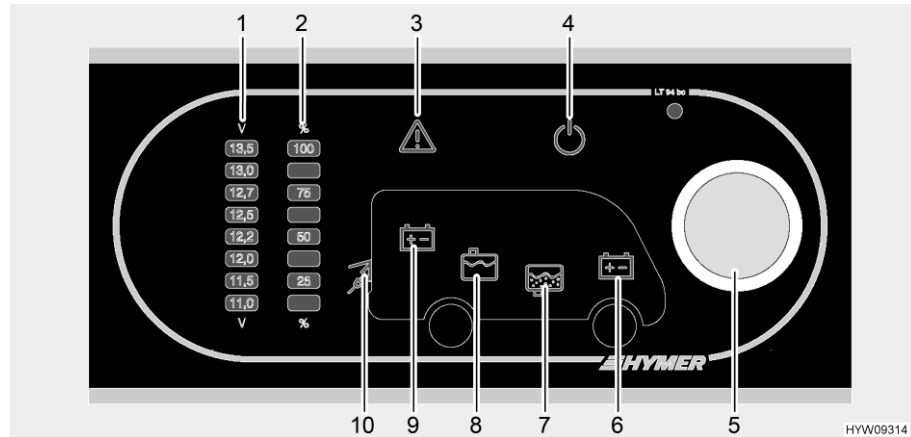

Fig. 105 Panel (LT 94)
El pulsador giratorio (Fig. 105,5) conecta y desconecta el panel y la alimentación de 12 V del habitáculo.
- Presionar el pulsador giratorio (Fig. 105,5): La alimentación de 12 V del habitáculo está conectada. La luz de control de 12 V (Fig. 105,4) se enciende.
- Presionar el pulsador giratorio (Fig. 105,5): La alimentación de 12 V del habitáculo está desconectada. Se apaga la luz de control de 12 V (Fig. 105,4).
A través del pulsador giratorio (Fig. 105,5) se puede consultar tanto la tensión de la batería del habitáculo como la tensión de la batería del motor de arranque. La tensión es indicada en la escala indicadora de la tensión de batería (Fig. 105,1).
- Girar el pulsador giratorio (Fig. 105,5) hasta que esté iluminado el símbolo de la batería para la cual se habrá de consultar la tensión.
Se indica la tensión de la batería del habitáculo (Fig. 105,9)
Se indica la tensión de la batería del motor de arranque (Fig. 105,6)
- Leer la tensión en la escala indicadora Tensión de batería (Fig. 105,1).
A través del pulsador giratorio (Fig. 105,5) se puede consultar tanto el nivel de llenado del depósito de agua como el nivel de llenado del depósito de aguas residuales. El nivel de llenado es indicado en la escala indicadora Nivel de llenado del depósito (Fig. 105,2).
- Girar el pulsador giratorio (Fig. 105,5) hasta que esté iluminado el símbolo del depósito para el cual se habrá de consultar el nivel de llenado.
Se indica el nivel de llenado del depósito de agua (Fig. 105,8)
Se indica el nivel de llenado del depósito de aguas residuales (Fig. 105,7)
- Leer el nivel de llenado la escala indicadora Nivel de llenado del depósito (Fig. 105,2).
La luz de alarma Alarma (Fig. 105,3) parpadeará tan pronto se sobrepase o se quede abajo de valores límite definidos.
La luz de alarma Alarma (Fig. 105,3) parpadeará tan pronto la tensión de la batería quede abajo de 11 V. En caso de que esté conectada la alimentación de 12 V, adicionalmente estará iluminado el símbolo de batería correspondiente (Fig. 105,6 ó 9), y la indicación "11,0" de la escala indicadora Tensión de batería (Fig. 105,1) parpadeará. Amenaza de descarga completa.
La luz de alarma Alarma (Fig. 105,3) parpadeará y el símbolo del depósito correspondiente (Fig. 105,7 ó 8) estará iluminado tan pronto esté vacío el depósito de agua o lleno el depósito de aguas residuales.
Se enciende la luz de control de 230 V (Fig. 105,10) cuando hay tensión de red en la entrada del bloque eléctrico.